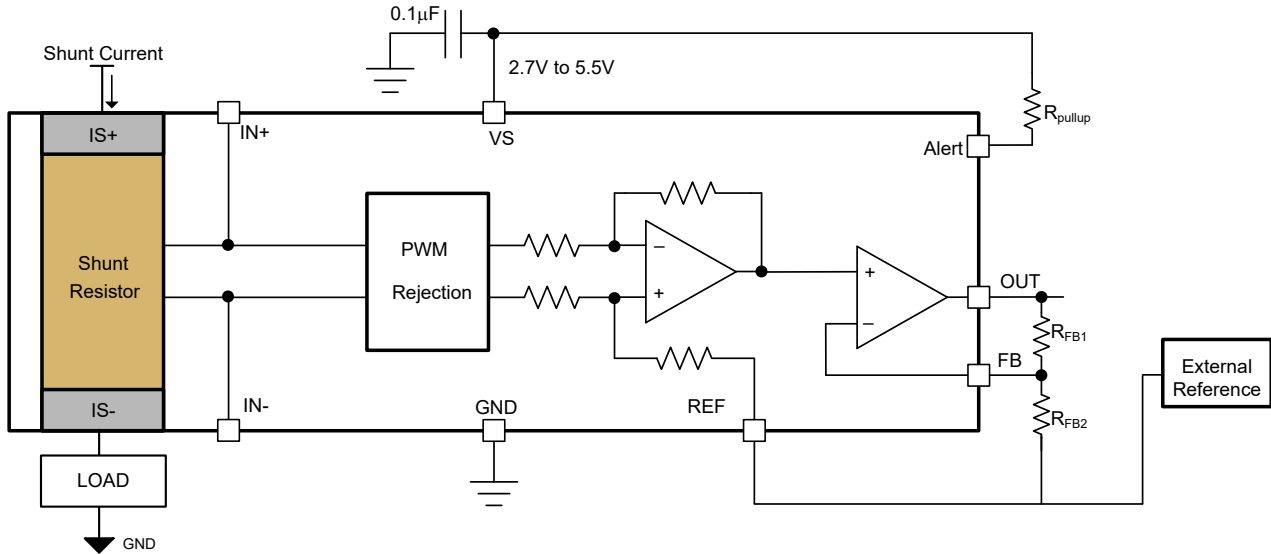

图 6-8. 通过外部电阻分压器实现的可调增益设置
INA790x-Q1 支持通过两个外部电阻网络进行增益调整。默认增益为 20mV/A，借助增加的外部可调增益电阻器网络，总增益 (G) 最高可达 400mV/A。图 6-8 显示了配置用于增加外部增益的两个外部电阻器 R_{FB1} 和 R_{FB2} 。方程式 2 可用于计算外部可调增益，方程式 3 显示了具有外部可调增益的系统的总增益。REF 引脚和电阻 R_{FB2} 的一端根据 OUT 引脚上所需的电压连接到外部基准，如使用基准引脚调整输出中所述。